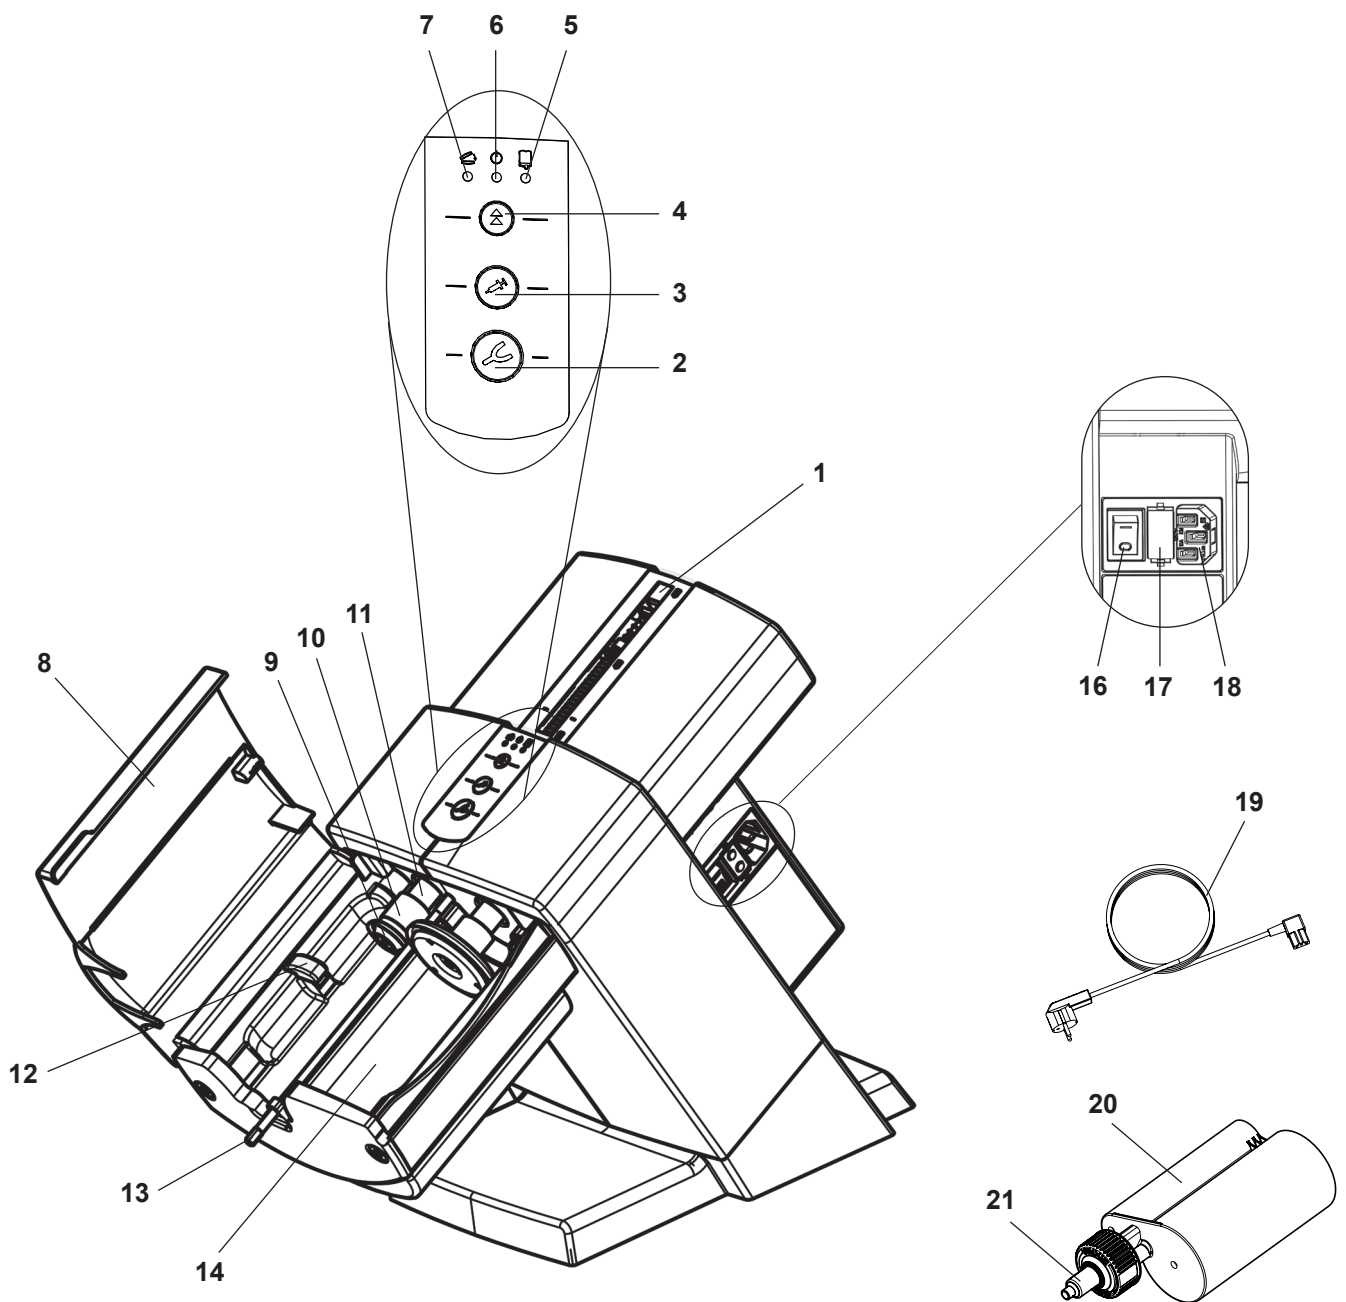

Fig. 1
⇒ Introducir el cable de red suministrado (19, Fig. 1) en la toma de corriente (18).
⇒ Cerrar la tapa del dispositivo (8, Fig. 1).
- ◆ Los discos de compresión (9, Fig. 1) retroceden hasta su posición inicial y se detienen.
La inserción o el cambio de un cartucho solo podrá realizarse si los dos discos de compresión (9, Fig. 1) están en su posición inicial.
⇒ Abrir la tapa del dispositivo (8, Fig. 1).
⇒ La tapa del aparato solo se cerrará si el cartucho se ha insertado correctamente. Mientras la tapa no se haya cerrado debidamente, el LED rojo de “tapa del aparato abierta” (7, Fig. 1) permanecerá encendido.
◆ El hexágono de mezcla (13, Fig. 1) comienza a girar y penetra automáticamente en la boquilla mezcladora (21, Fig. 1), deteniéndose a continuación.